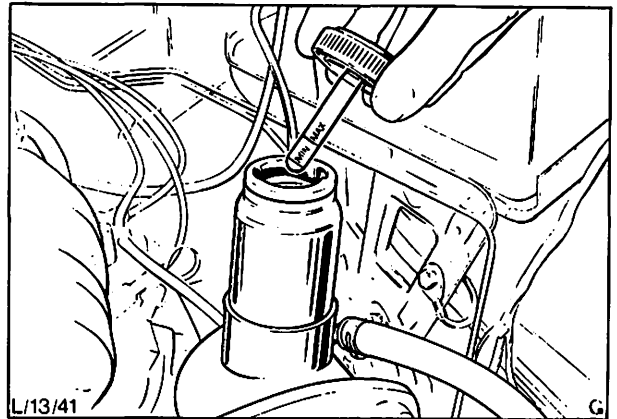

Abb. 57 Auffüllen des Vorratsbehälters
2. Vorratsbehälter mit neuem vorgeschriebenen Hydrauliköl auffüllen, Abb. 57.